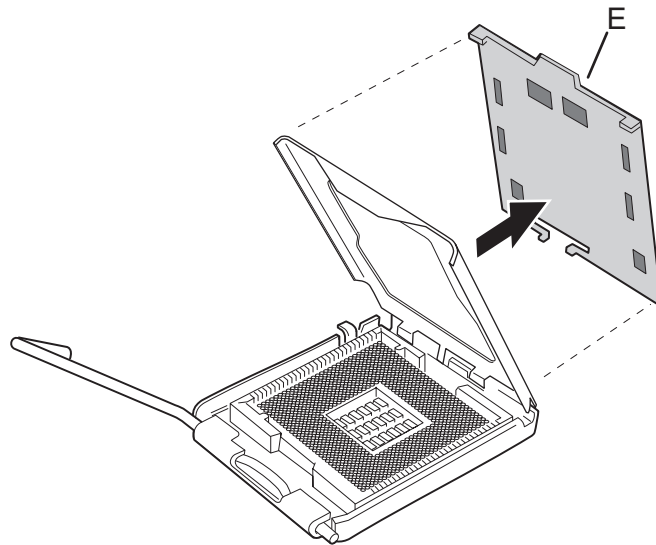

Abbildung 6. Schutzabdeckung abnehmen
4. Entfernen Sie die Schutzabdeckung von der Andruckplatte. Bewahren Sie die Schutzabdeckung auf. Setzen Sie die Schutzabdeckung wieder auf den Sockel, falls Sie den Prozessor ausbauen (siehe Abbildung 6, E).